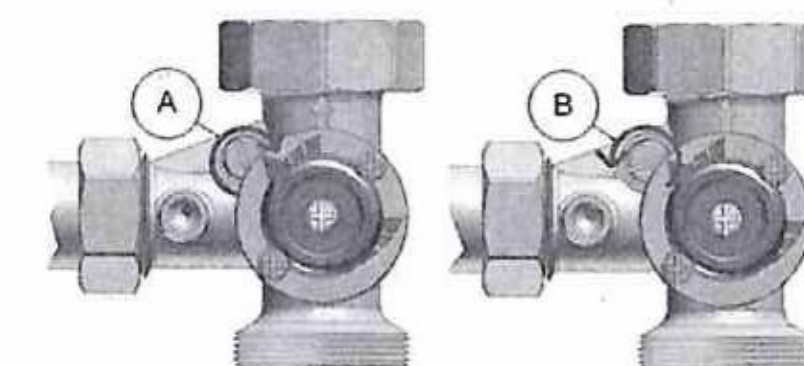

Рис.17: Настройка встроенного байпаса
В смесительный клапан встроен байпас, который находится в закрытом состоянии при поставке с завода (Рис.17, поз. А).
3. Поверните регулировочный винт байпаса (Рис. 17, поз. А, 0% закрыт) на 90° вправо (Рис.17, поз. В, 100% открыт).